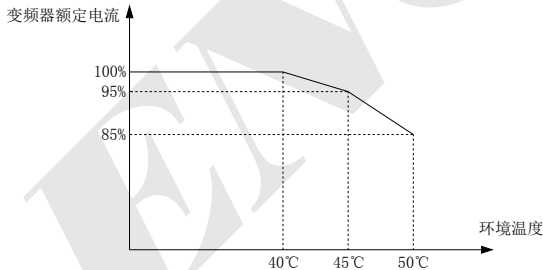

图 2-7 环境温度降容
(2) **温度降容：**温度在40℃~45℃之间，每增加1℃，额定输出电流降低 1%。温度在45℃~50℃之间，每增加1℃，额定输出电流降低 2%。如图2-7所示。